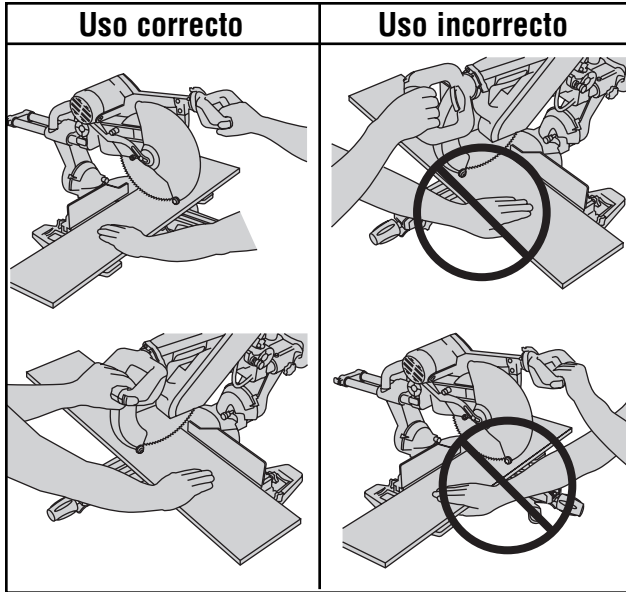

Figura 1. Posiciones de las manos
**ADVERTENCIA** Posicione el cuerpo y las manos de modo adecuado para hacer que las operaciones de corte sean más fáciles y seguras. Siga las instrucciones siguientes (Figura 1).